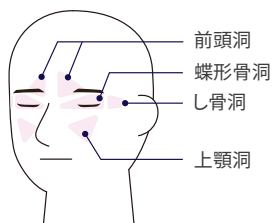
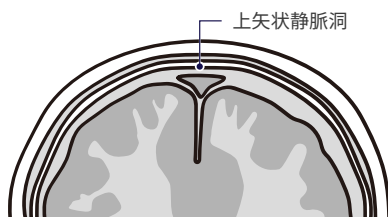
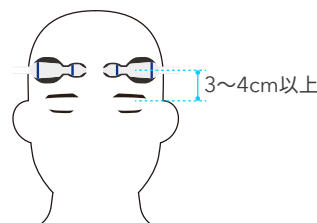

図1：副鼻腔の解剖図
図2：上矢状静脈洞の解剖図
図3：正しい装着位置
成人：前頭洞（図1）や上矢状静脈洞（図2）を避けて左右対称に貼付（図3）
- 眼窩上縁から発光部・受光部が3cm~4cm^{1,2)} 離れるように貼付することを目安にしてください（図3）